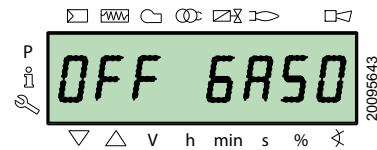

Fig. 45
- light oil “OFF GASO” (Fig. 45)